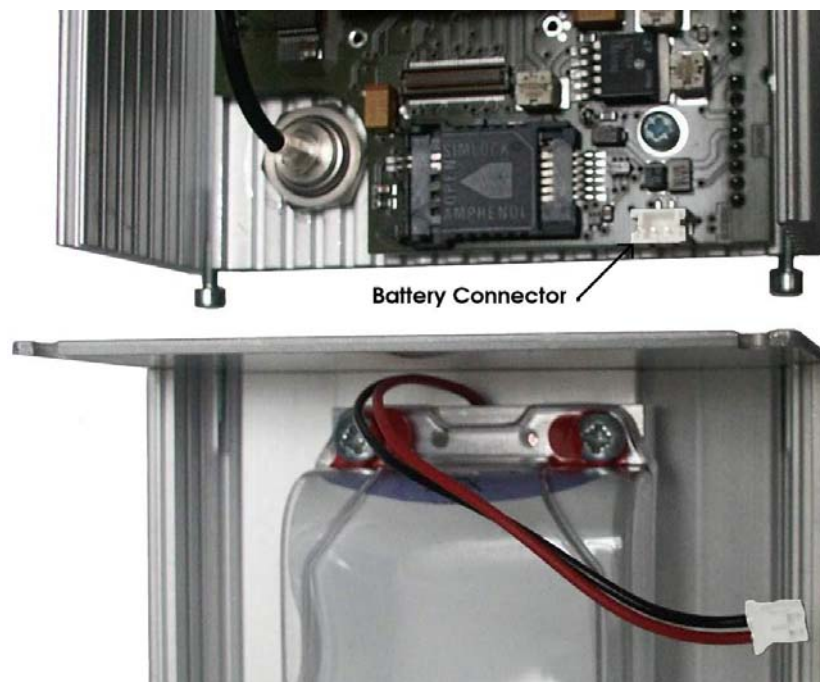

Abb. 5: Lösen der Leiterplattensteckverbindung
2. Das Akkupaket ist an der Elektronikplatine über eine Leiterplatten- (PCB-) Steckverbindung angeschlossen. Ziehen Sie den Stecker des Akkupakets aus der PCB-Buchse, wie aus Abb. 5 zu ersehen.